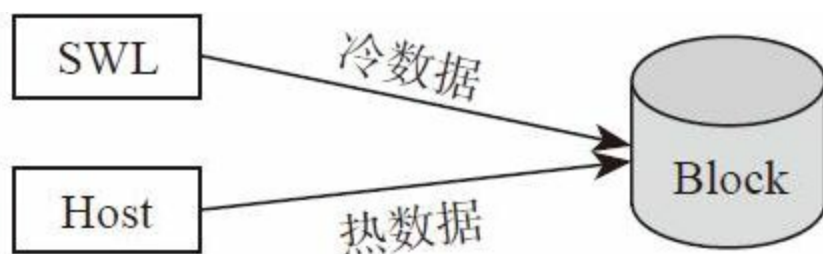

图4-39 SWL和用户数据写在一起
1) SWL数据和用户数据混在一起写在同一个闪存块上，如图4-39所示。